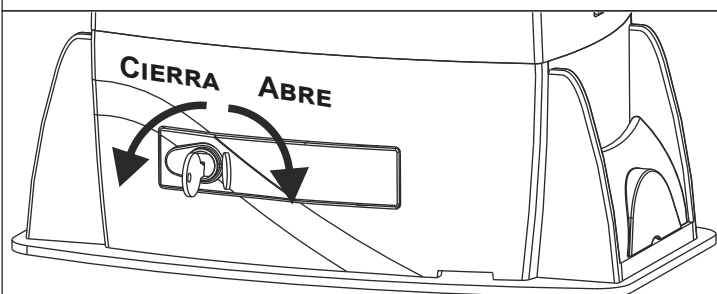

Fig. 28
- Abrir el cubre cerradura, insertar la llave y rotarla en sentido horario de 90° (Fig. 28)